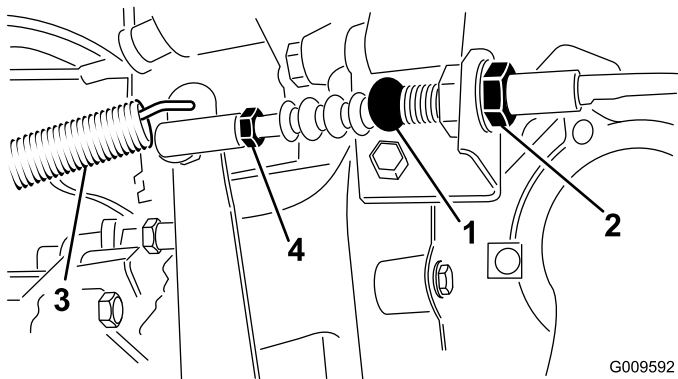

Figura 59
1. Allentate i controdadi che fissano il cavo della frizione alla staffa sul cappuccio del volano (Figura 59).